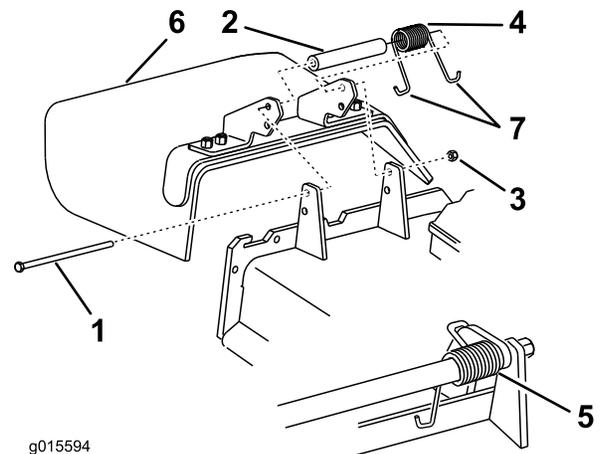

Figura 89
3. Instale el perno y la tuerca. Coloque un extremo en J del muelle alrededor del deflector de hierba (Figura 89).
Nota: Asegúrese de colocar un extremo en J del muelle detrás del reborde de la carcasa antes de instalar el perno, según se muestra en Figura 89.